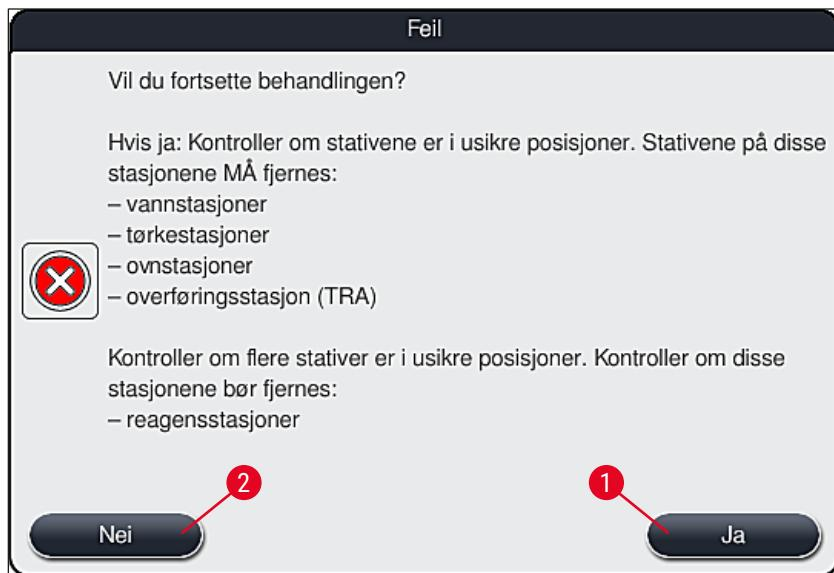

Fig. 112
4. Deretter kan brukeren velge om fargeprosessen skal gjenopptas (→ S. 140 – 8.2.2 **Gjenopppta fargeprosessen etter et strømbrudd**) eller avbrytes (→ S. 141 – 8.2.3 **Avbryte alle fargeprosesser etter et strømbrudd**) (→ "Fig. 112").
- Fjern de kritiske stativene fra instrumentet i samsvar med forrige informasjonsmelding (→ "Fig. 112"), og bekref fjerningen ved å trykke på den tilsvarende stasjonen (→ "Fig. 113-1") på skjermen.
Du kan angre avbrytelsen av fargeprosessen og return til forrige valgmeny (→ "Fig. 112") ved å trykke på **Avbryt**-knappen (→ "Fig. 114-2").